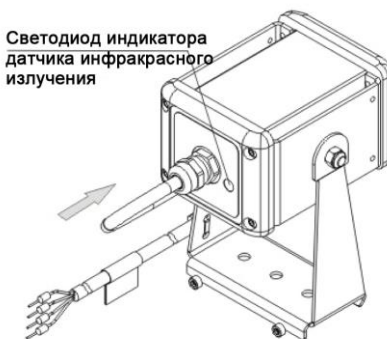

Рис. 36. Инфракрасный датчик и светодиод индикатора состояния
1. См. Рис. 36. Направьте инфракрасный датчик пульта дистанционного управления на тыльную сторону осветительной системы.